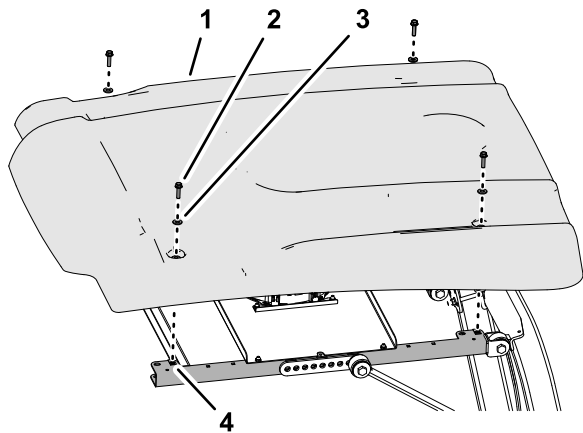

Figure 14
2. Fixez le pare-soleil aux profilés (Figure 14) à l'aide des 4 boulons à embase (5/16" x 1/4") et des 4 rondelles (5/16") que vous avez retirés à la section 2 Dépose du pare-soleil (page 2).